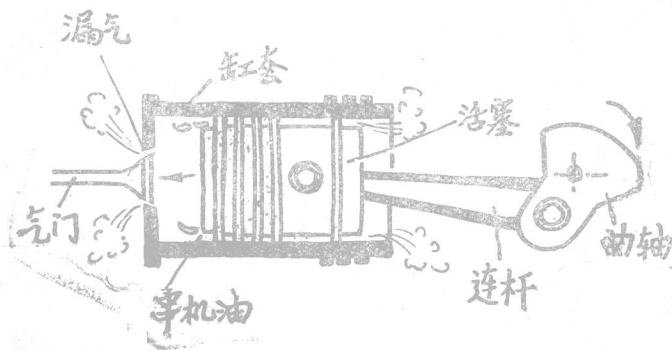

图2 机械磨损引起故障
(1)机械零件磨损引起的故障。任何机械在使用过程中零件都会慢慢地磨损，使之尺寸和形状发生变化，当这种变化超过一定限度时，就会出现故障。例如，柴油机缸套、活塞、活塞环等磨损后，就会出现气缸压力降低，造成起动困难、马力不足、烧机油等故障（见图2）。